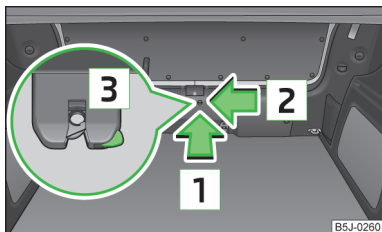

Fig. 19
- Introduceți în orificiul din capitonaj o șurubelniță sau o altă unealtă asemănătoare, în sensul indicat de săgeată 1 » fig. 19, până la capăt.